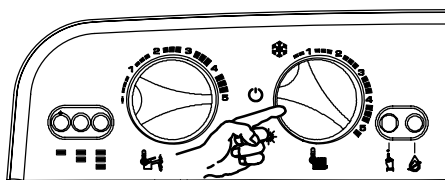

Fig. 7.9 Tablero de mandos
- 2 Colocar el conmutador de función **b** igual que en la **Fig. 7.9**